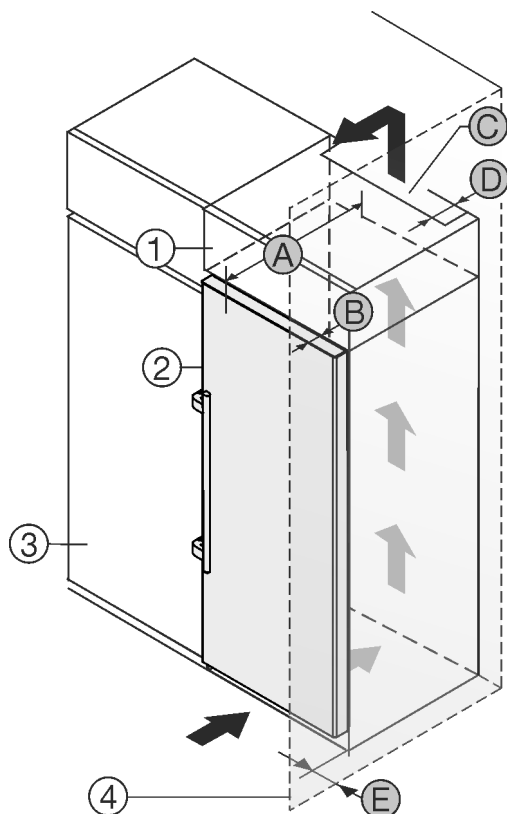

Fig. 1
Можете да поставите уреда непосредствено до кухненския шкаф Fig. 1 (3).
От задната страна на шкафа-пристройка трябва да има вентилационен отвор с дълбочина Fig. 1 (D) по цялата ширина на шкафа-пристройка.
Под тавана на помещението трябва да е спазено сечението за вентилация Fig. 1 (C).
Когато уредът се поставя с пантите до стена Fig. 1 (4), разстоянието между уреда и стената трябва да е поне 57 mm. Това отговаря на разстоянието, с което дръжките стърчат при отворена врата.
За да можете да отваряте вратата изцяло, уредът трябва да е издаден с дълбочината на вратата Fig. 1 (B) спрямо челото на кухненския шкаф. В зависимост от дълбочината на кухненските шкафове Fig. 1 (3) и използването на детайли за отстояние от стената, уредът може да излезе още по-напред.